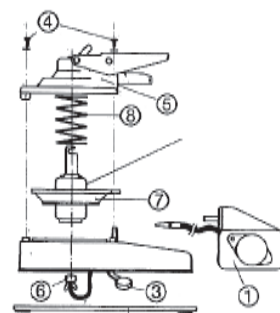
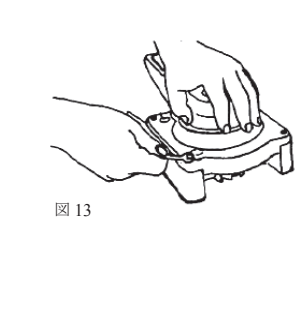

図12
図13
- 1) リザーバ①を外してください(図12)。
- 2) ベースプレート②を外してください。
- 3) トラップチャンバのカバー③を取り外してください。
- 4) 下部ハウジングを抑えながら、上部ハウジング⑤の4つのねじ④を外してください(図13)。